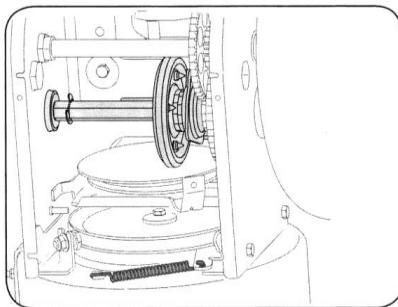

Рисунок 15
2. Нанесите тонкий слой всепогодной универсальной консистентной смазки на шестигранный вал (рис. 15).